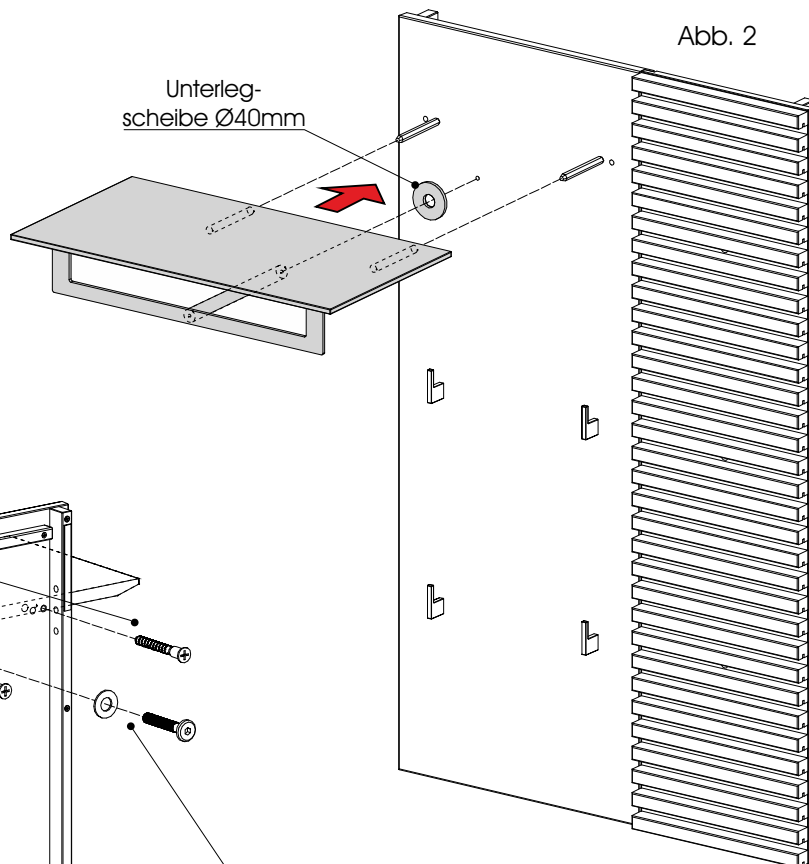

Abb. 2
1. Die Rückwandschraube $\text{\O}4 \times 25 \text{ mm}$ lösen (Abb. 2).
2. Schieben Sie den Boden auf die Sechskantbolzen und legen die Ø40mm Unterlegscheibe zwischen Garderobenstange und Paneel-Rückwand (Abb. 2)